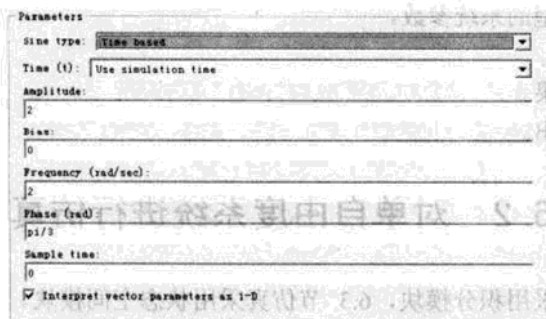

图 6.3 Sine Wave 模块设置对话框
- (4) 对模块进行以下设置。
- 设置 Sine Wave 模块, 双击模块弹出参数的对话框, 设置如图 6.3 所示, 参数 Amplitude 为 2, 参数 Bias 为 0, 参数 Frequency 为 2, 参数 Phase 为 $\pi/3$, 然后单击 OK 按钮。